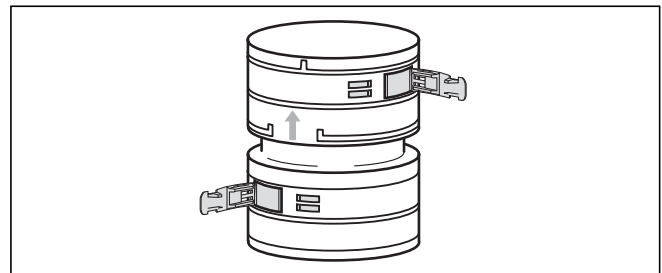
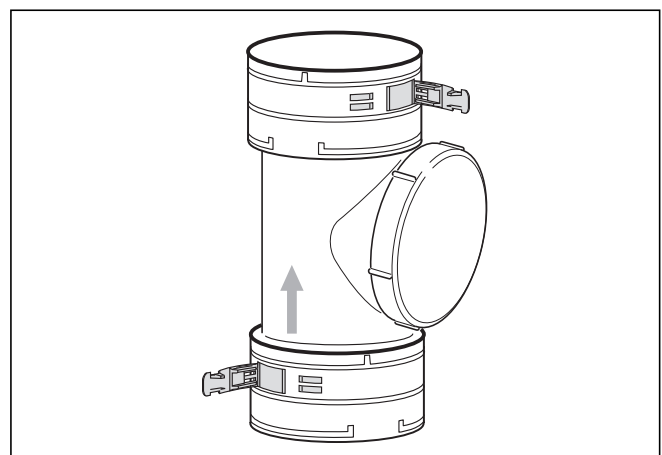

Bild 5.60 Anslutningsstycken
Bild 5.61 Rensstycken
- Montera vid behov först anslutnings- och rensstycken (se bild 5.60 och 5.61).
Istället för ett flexibelt rökgasrör i ett stycke kan flera rördelar användas, som kopplas samman med anslutningsstycken (art.nr 303 512, bild 5.60) eller med ett rensstycke (art.nr 303 511, bild 5.61).